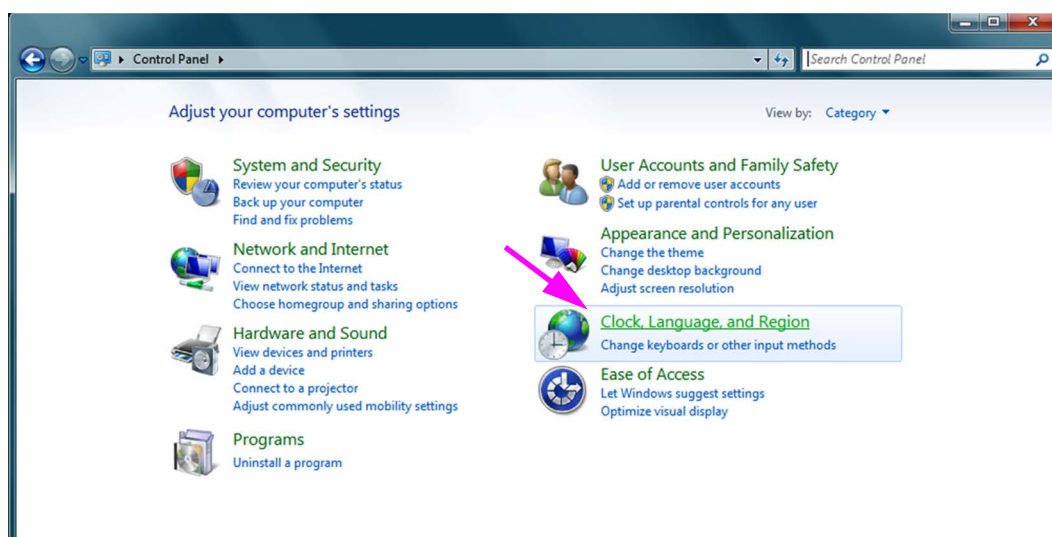

Figure C-13. Fenêtre Control Panel (Panneau de configuration)
3. Ouvrez le Control Panel (Panneau de configuration), puis cliquez sur **Clock, Language, and Region (Horloge, langue et région)** (cf. Figure C-13).